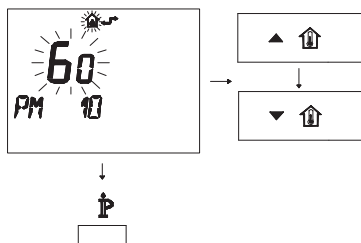

Figura 5.34
- Per modificare il SET programmato agire sui pulsanti  o  e aspettare che il numero programmato cominci a lampeggiare (Figura 5.34).